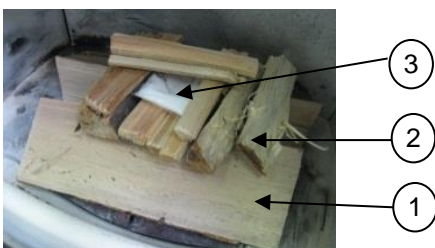

Fig. 4: Accensione
Sistemate in diagonale 2 -3 ceppi di legna (peso totale ca. 1,3 kg) sul fondo della camera di combustione, ad una distanza sufficiente l'uno dall'altro (minimo 2 cm) (1). Distribuite sopra di essi ca. 0,5 kg di trucioli di legno dolce (2) infine posizionate l'accendi-fuoco e accendete (3). (vedi fig. 4)